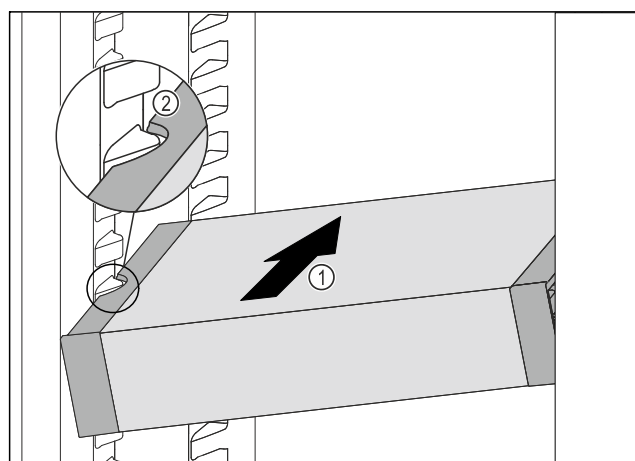

Fig. 87
- ▶ Introduzca el VarioSafe en posición oblicua en el compartimiento del frigorífico *Fig. 87 (1)* hasta que los huecos laterales *Fig. 87 (2)* del VarioSafe se encuentren a la altura de la nervadura del recipiente en el compartimento frigorífico.